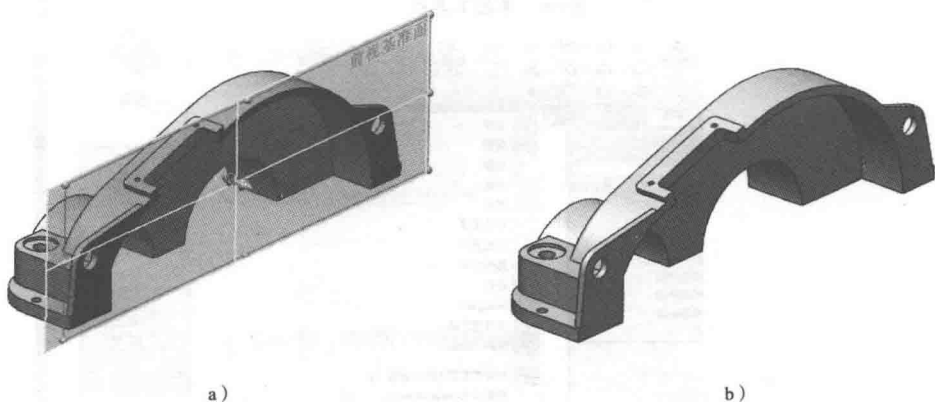

图0-11 剖视图
4) “剖视图”: 能够根据用户指定的平面, 显示出剖切的效果, 这种显示便于检查模型的内部细节, 如图 0-11 所示。